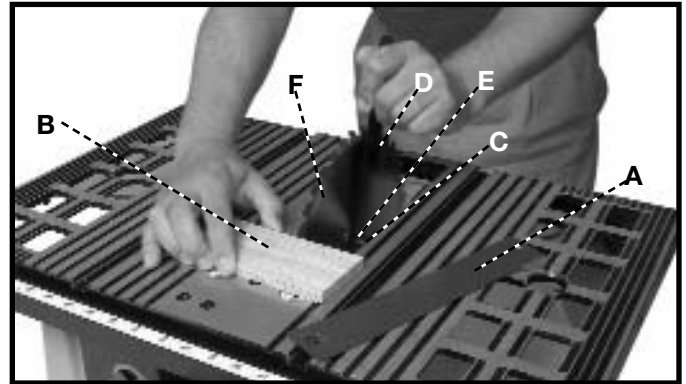

Fig. 38
2. Retirer l'insert de la table (A) fig. 38, et soulever la lame de scie (F) à sa hauteur maximum.
3. Pour retirer la lame, placer la clé (D) sur le côté plat de l'écrou d'axe (C) pour empêcher l'arbre de tourner. Placer un morceau de bois (B) à plat sur la table contre la lame pour qu'une dent de la lame puisse saisir le bois et ainsi empêcher la lame de tourner. Utiliser la clé pour tourner l'écrou de l'arbre vers l'avant de la scie. Déposer l'écrou de l'axe, la bride de la lame (E) et la lame de la scie.
4. Assembler la nouvelle lame, s'assurer que les dents pointent vers le bas à l'avant de la table de la scie et assembler la bride de lame extérieure et l'écrou d'axe. Utiliser le morceau de bois (B) pour empêcher la lame de tourner, resserrer l'écrou d'axe en tournant la clé (D) vers l'arrière de la scie.